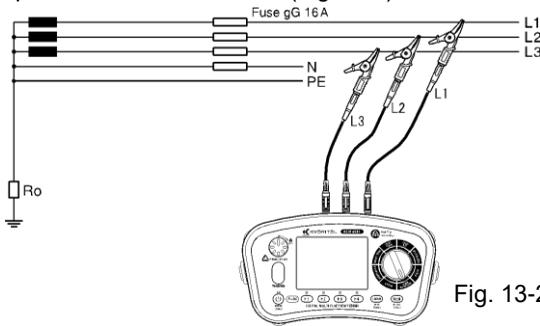

Fig. 13-2
- Connectez chaque fil d'essai à un circuit. (Fig.13-2)